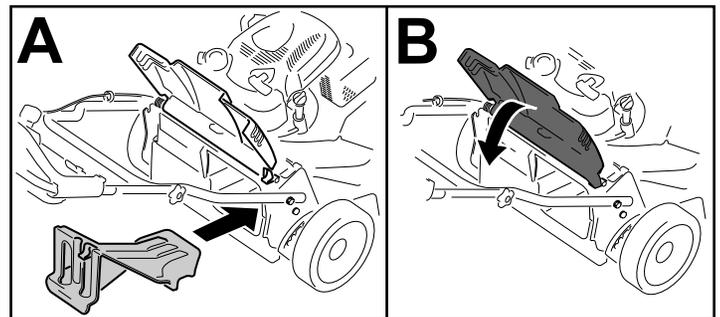

Figure 23
- Si l'obturateur d'éjection arrière n'est pas installé, saisissez-le par la poignée, relevez le volet arrière et insérez-le dans la goulotte d'éjection arrière jusqu'à ce que le dispositif de verrouillage s'enclenche ; voir Figure 23.
**Important:** Assurez-vous que l'obturateur d'éjection arrière est en place avant de procéder au recyclage (Figure 23).